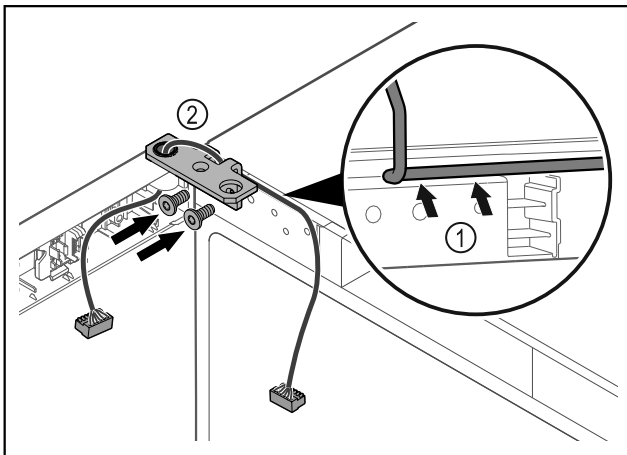

Fig. 63
- ▶ Περάστε το καλώδιο μέσα από το άνοιγμα της γωνίας μεντεσέ και τοποθετήστε το προσεκτικά Fig. 63 (1).
- ▶ Βιδώστε τη γωνία μεντεσέ Fig. 63 (2).